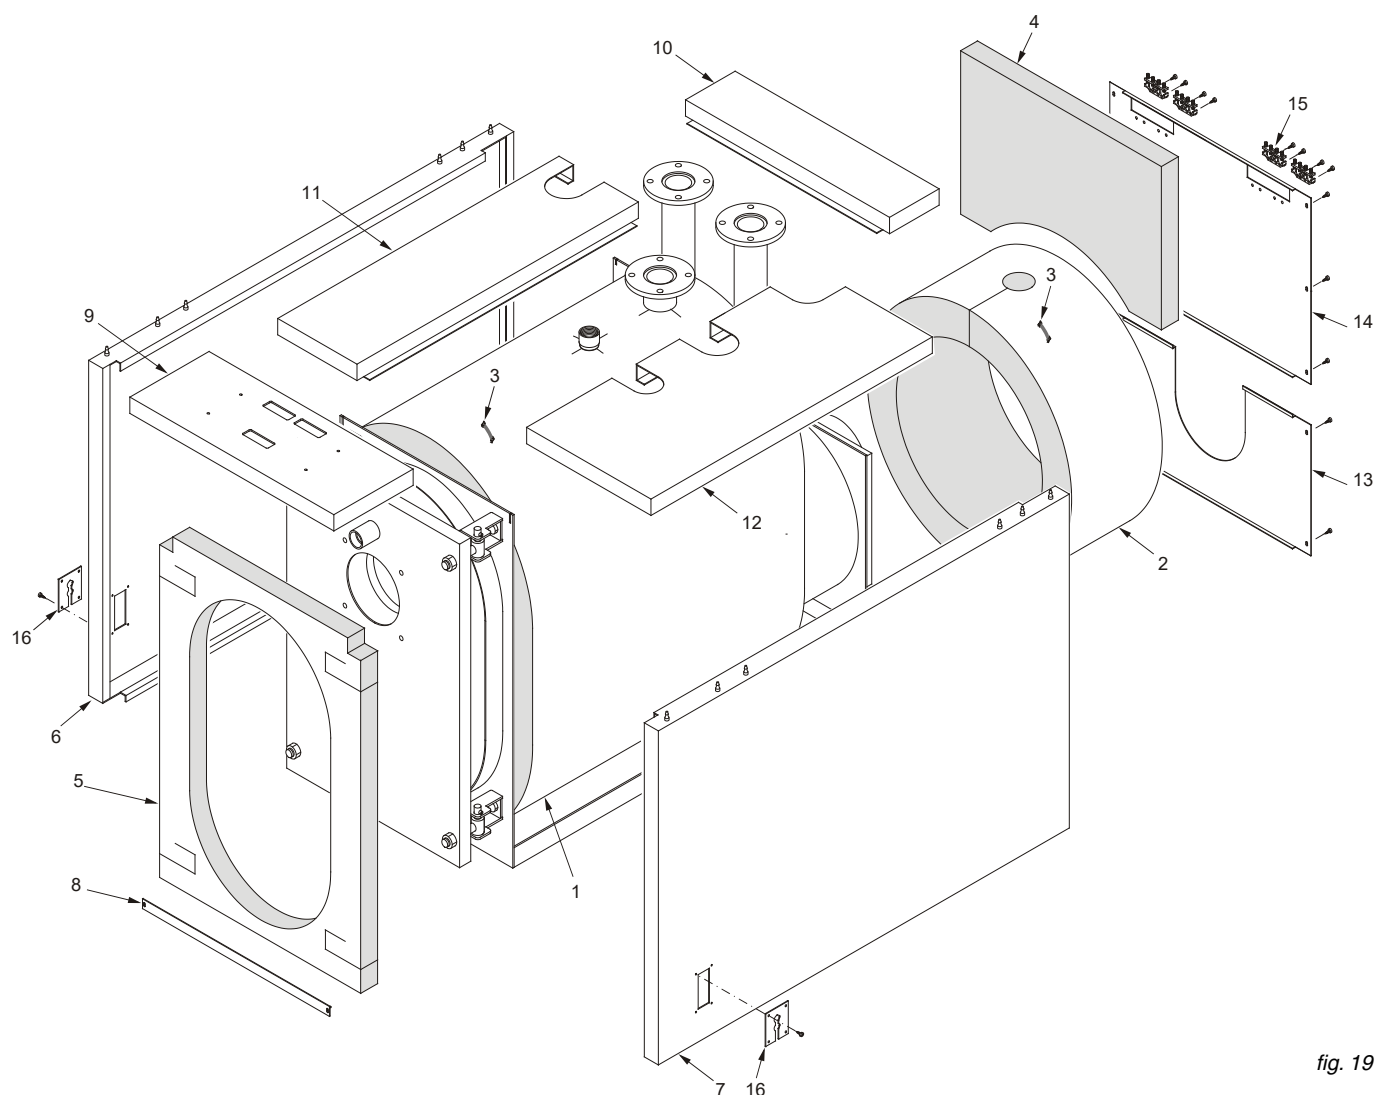

fig. 19
N.B. Per i modelli compresi tra **XC-K oil 350** e **XC-K oil 1550** (rif. fig. 19 e 20), il mantello e l'isolamento sono contenuti in 3 imballi marcati:
Sequenza di montaggio (Rif. fig. 19, 21)